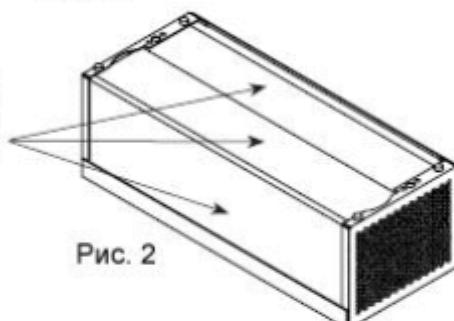

Рис. 2
3. Переверните отсек для ламп сверху вниз, чтобы можно было извлечь пенопласт. См. рис. 2